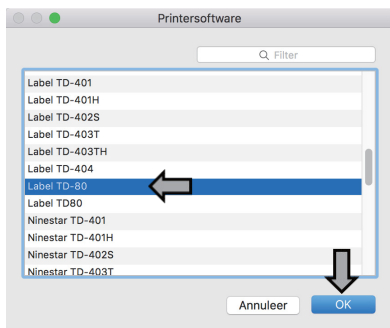

Bild 11
⑥ Gå till gränssnittet "Printer Software", leta upp och välj drivrutinen som matchar din skrivarmodell, klicka på "OK" och därefter på "Lägg till" för att slutföra installationen (se bild 11 och 12).